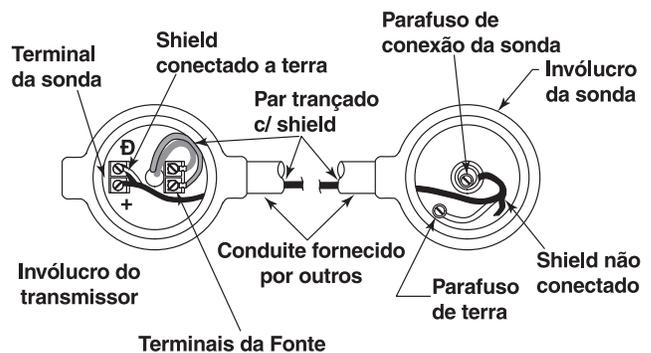

Figura 5
3. Remova a tampa do alojamento da sonda. Conecte o fio positivo do cabo de interconexão (fornecido), ao parafuso terminal no topo da sonda. Conecte o fio negativo ao parafuso verde de terra na base do invólucro. Corte a proteção; não a conecte ao final da sonda. Veja a Figura 5
5. Remova a tampa do invólucro do transmissor. Conecte o fio positivo do cabo de interligação ao terminal (+) da sonda. Conecte o fio negativo e o shield ao terminal (-) da sonda. Veja a Figura 5 na página 3.
12. Remova a tampa do invólucro da sonda. Conecte o fio positivo do cabo de interligação (fornecido pela Magnetrol), ao parafuso terminal no topo da sonda. Conecte o fio negativo ao parafuso verde de terra na base do invólucro. Corte a proteção; não a conecte ao final da sonda. Veja a Figura 5 na página 3.
14. Remova tampa do invólucro do transmissor. Conecte o fio positivo do cabo de interligação ao terminal (+) da sonda. Conecte o fio negativo e o shield ao terminal (-) da sonda. Veja a Figura 5 na página 3.